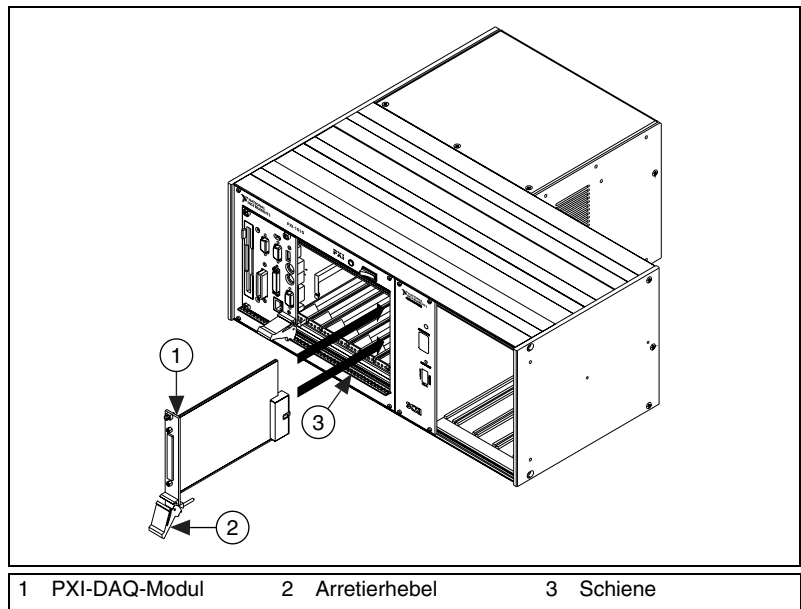

Abbildung 6. Einstecken eines PXI-Moduls in ein leeres Chassis
2. Führen Sie das Modul wie in Abbildung 6 in die Führungsschienen ein.